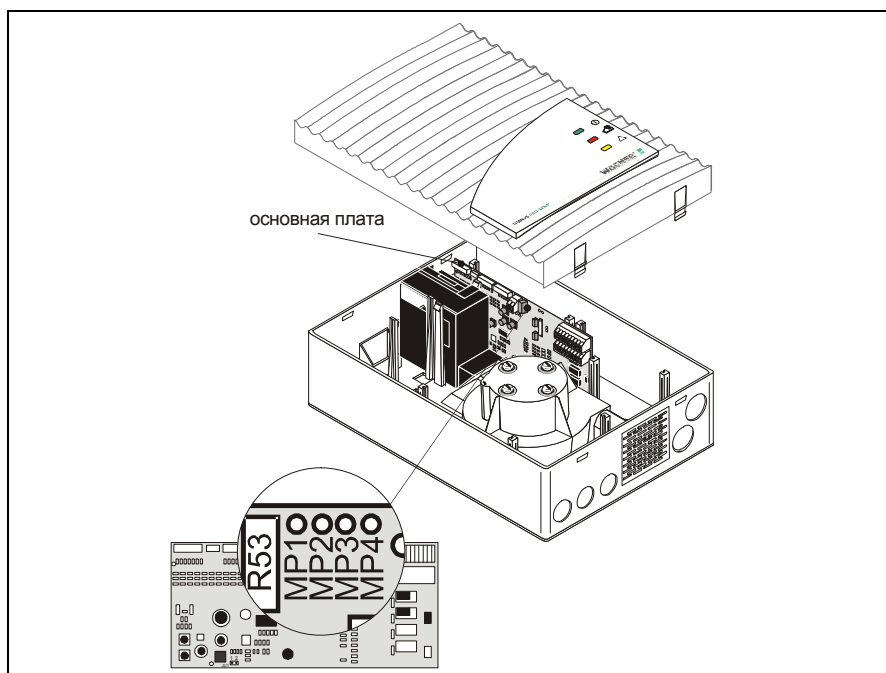

Рис. 7.3: Настройка датчика воздушного потока с учётом давления воздуха в TITANUS PRO·SENS®
5. Подключите мультиметр к точкам измерения MP2 (+) и MP3 (-) (см. Рис. 7.3). При этом учитывайте полярность. В измерительном приборе выберите диапазон «V-DC». Напряжение в точках измерения стандартно составляет 1,2 В.